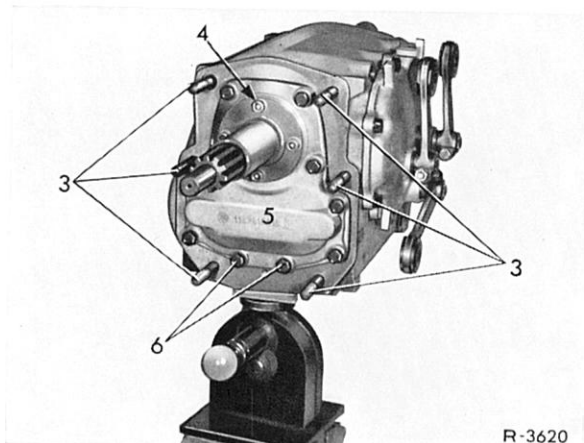

Bild 26-7/1
- 3 Befestigungsschrauben (6) – 10 Stück M 7 x 22, SW 11 – für vorderen Getriebedeckel (5) heraus-schrauben (Bild 26-7/1).